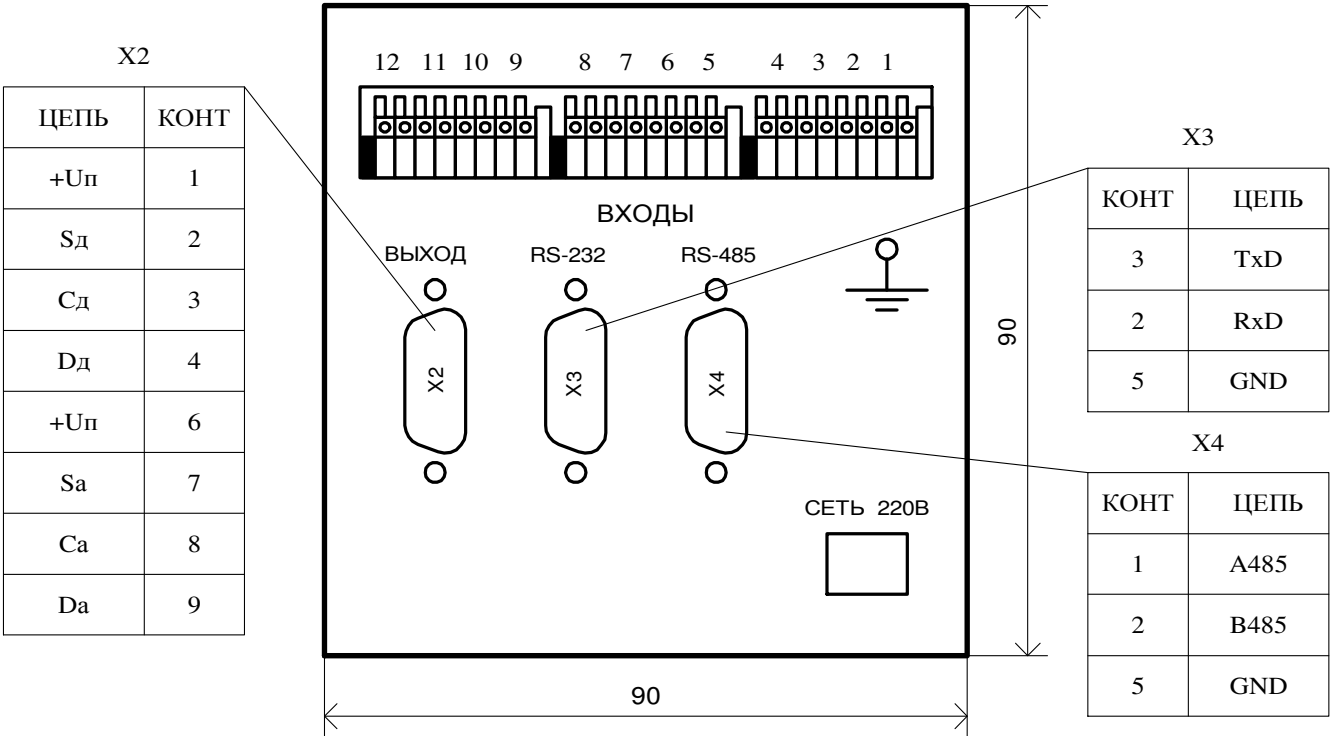

Рисунок 3 - Задняя панель главного блока
6.3. Входные сигналы подключаются к главному блоку через клеммники нажимные, обозначенные на задней панели как "ВХОДЫ" (Рисунок 3). Нумерация каналов идет справа налево. Входы разбиты на три группы по 4 канала ($1 \div 4$; $5 \div 8$; $9 \div 12$). Каждый канал имеет 2 клеммы. Внутри каждой группы правые клеммы каналов объединены и подключены перемычкой либо к внутреннему источнику питания +24 В, либо к общему проводу входной цепи GND.